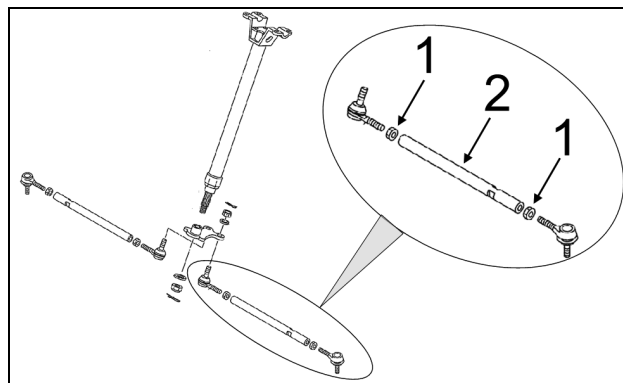

Figure 17
Pour effectuer l'ajustement sur le VTT, premièrement débloquer les écrous (1) à chaque bout des tiges d'accouplement (2) de la direction. Visser ou dévisser ensuite la tige d'accouplement (2) d'un nombre de tours égal des deux côtés du véhicule. Resserrer les écrous après avoir complété l'ajustement. Voir la Figure 17.
**ATTENTION:** Lors du déblocage des écrous (1) de chaque tige d'accouplement (2) de la direction, certains écrous ont des filets inversés, assurez-vous de débloquer l'écrou dans le bon sens.